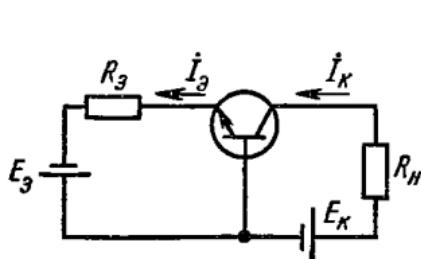

Рис. 2.20
**2.21** В схеме на рис. 2.20  $R_3 = 5 \text{ кОм}$ ,  $R_H = 10 \text{ кОм}$ ,  $E_3 = 10 \text{ В}$ ,  $E_K = 30 \text{ В}$ . Определить напряжение коллектор – база  $U_{\text{КБ}}$ .